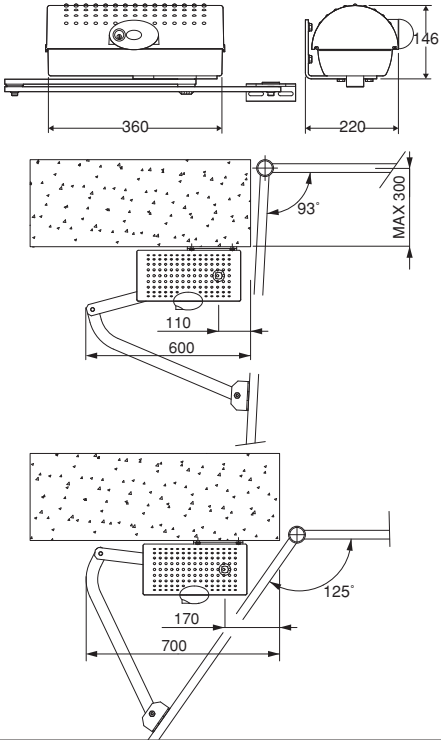
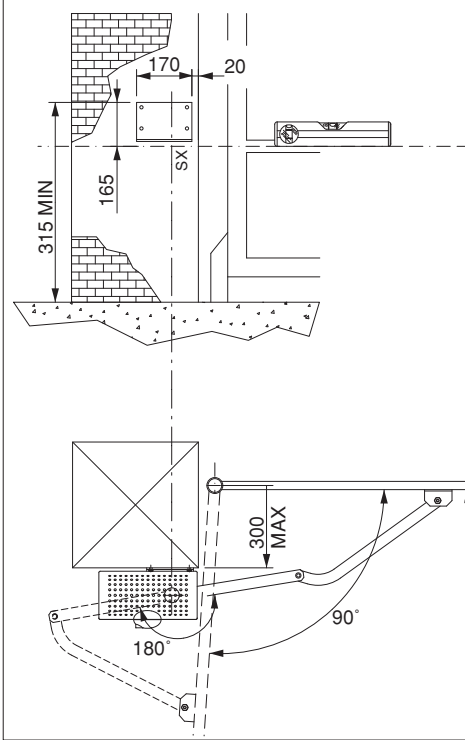

Fig. 2
Fig. 3
5) FIXAÇÃO DA PLACA DE SUPORTE (Fig.2)
O accionador é fornecido completo de braçadeira de fixação e braço de alavancas. Uma vez identificado o ponto de reforço da folha, com o portão fechado, trace uma linha horizontal imaginária desde o centro do reforço até ao pilar (fig.2).
Posicione a braçadeira de ancoragem respeitando as medidas de fig.2 para aberturas até 90° ou, como na fig. 3 para aberturas superiores a 90° até um máx. de 125°.